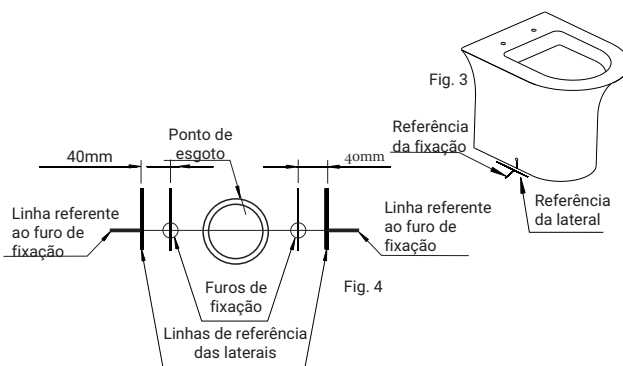

Fig. 4
Com a bacia ainda no local de instalação, desenhar duas linhas referentes às laterais da louça e marcar o piso de acordo com o centro dos furos de fixação (Fig. 3). Retirar a bacia, prolongar as linhas referentes aos furos de fixação, medir 40mm em direção ao ponto de esgoto e marcar o piso (Fig. 4). Furar o local demarcado com uma broca de 10mm e inserir a bucha S10C (item 7). Posicionar os suportes "L" (item 3) e fixá-lo no chão com as arruelas e os parafusos (ítem 2 e 1). Ajustar os suportes de modo que fiquem justos a parte interna da base da bacia.
With the basin in its installation location, draw two lines referring to the lateral part of the ware and mark the flooring according to the center of the fixing holes (Fig. 3). Remove the basin, extend the reference lines to the fitting holes, measure 40mm in the direction of the sewer line and mark the floor (Fig. 4). Drill a hole at the demarcated location with a drill bit of 10mm and insert the S10C bushing (item 7). Position the "L" supports (item 3) and fit them on the floor with the washers and the screws (items 2 and 1). Adjust the supports so they stay tight to the internal base of the basin.
Con el sanitario todavía en el local de instalación, diseñar dos líneas referentes a las laterales de la loza y marcar el piso de acuerdo con el centro de los agujeros de fijación (Fig. 3). Retirar el sanitario, prolongar las líneas referentes a los agujeros de fijación, medir 40mm en dirección al punto de alcantarilla y marcar el piso (Fig. 4). Romper el local señalado con un taladro de 10mm e introducir el buje S10C (item 7). Posicionar los soportes "L" (item 3) y fijarlo en el piso con las arandelas y los tornillos (ítems 2 y 1). Ajustar los soportes de modo que queden justos en la parte interna de la base del sanitario.